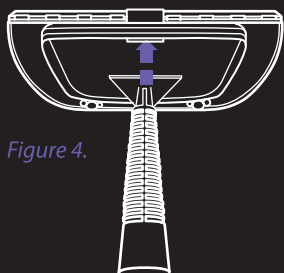

Figure 4.
1. Om ramen en deuren schoon te maken, bevestigt u eenvoudig het raam/deur onderdeel (14) op de textielstomer (13).
2. Verwijder eerst de handdoek hoes (12) van de stomer (13) haak en klik dan in het ram/deur onderdeel.
3. Bevestig het onderdeel aan de verlengde aansluitsproeier en maak uw ramen en deuren gemakkelijk schoon met de rubberen wisser (afbeelding 4).